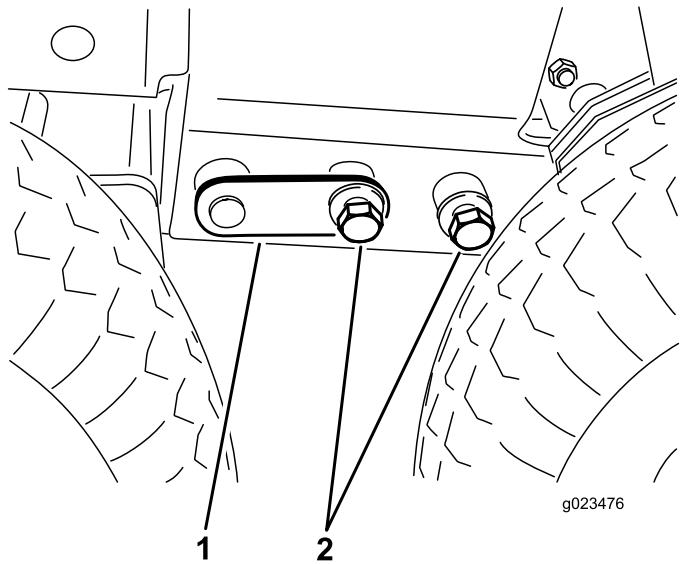

Figure 22
9. Réglez le cric de façon à monter les boulons (3/4 po) de chaque côté (Figure 22). Serrez les boulons à 359 Nm (265 pi-lb).